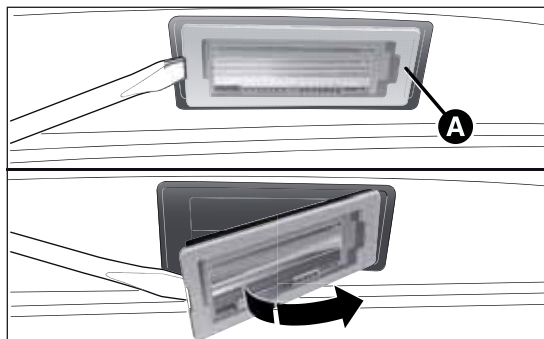

fig. 125
- rimontare quindi il trasparente A fig. 125.
- rimuovere il trasparente A fig. 125;